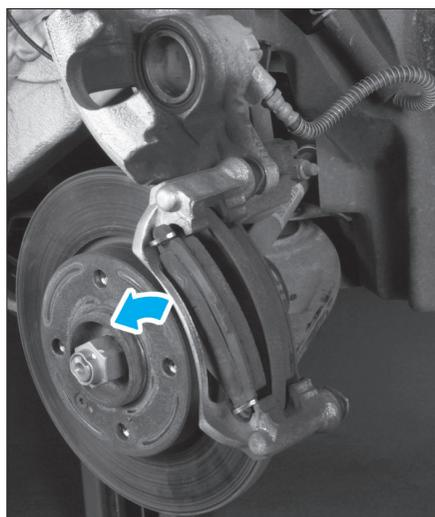

Fig. 4
• Déposer les plaquettes de frein (Fig.4).